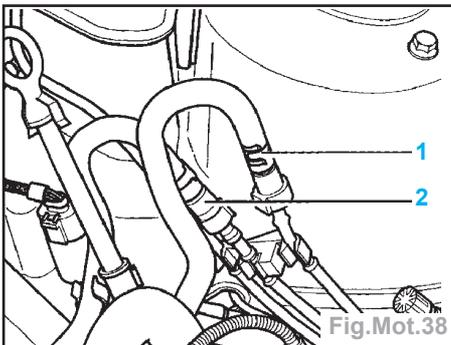

Fig.Mot.38
- Séparer la conduite d'alimentation en carburant (1) et la conduite de retour (2) près de la boucle de suspension (appuyer sur la touche de déverrouillage) (Fig.Mot.38).
- Déposer les conduites d'alimentation et de retour de carburant (1 et 2) (presser le bouton de déblocage) (Fig.Mot.38).